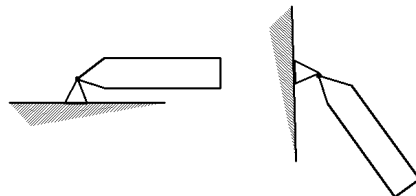

Рис. 5
- Если соединение тела со связью осуществляется при помощи неподвижного шарнира, то определить непосредственно направление реакции нельзя. Сначала определяют две взаимно перпендикулярные составляющие реакции шарнира, а затем по правилу параллелограмма можно определить как модуль, так и направление полной реакции (рис. 5).